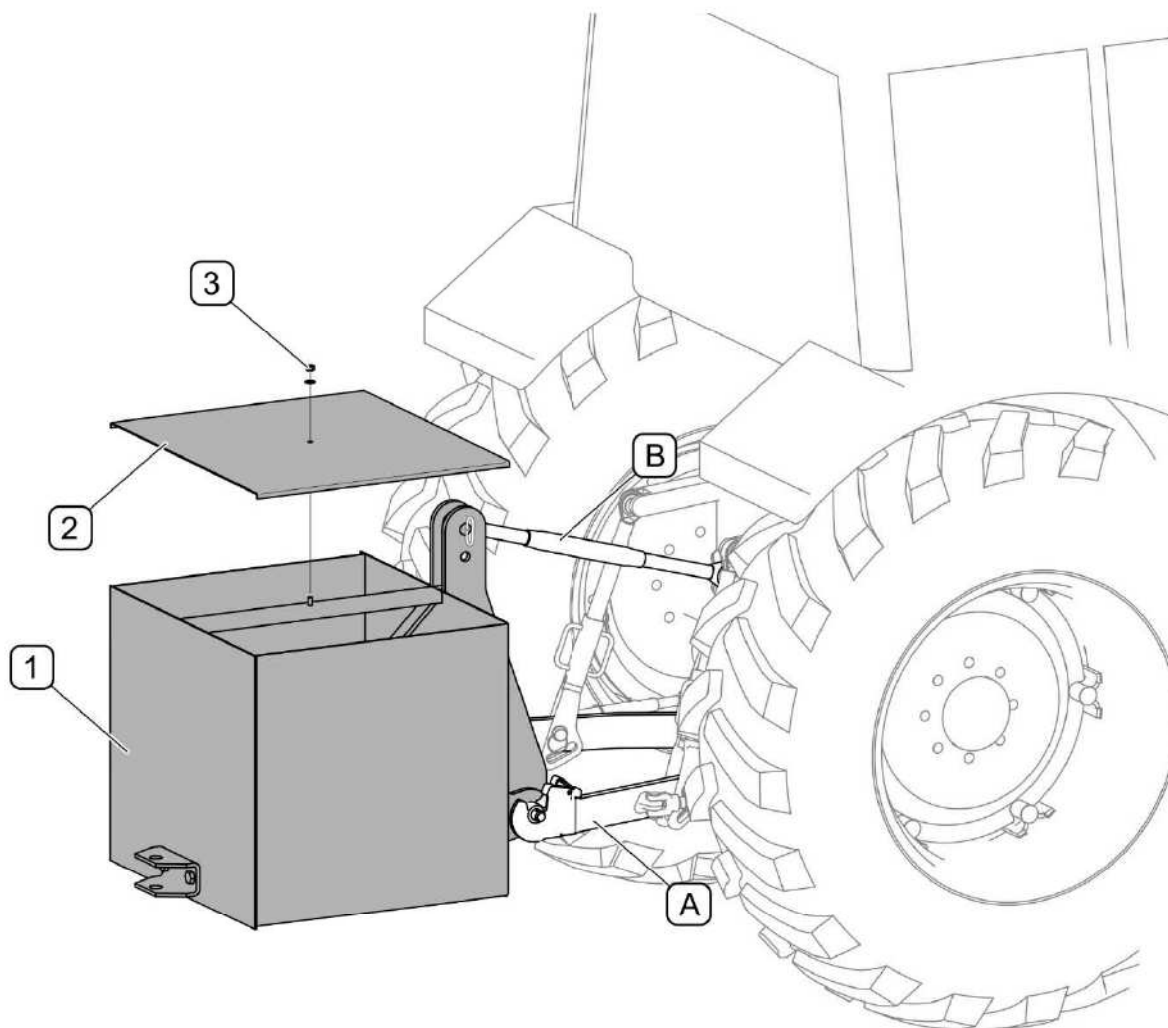

РИСУНОК 4.21 Противовес
Нижние крепежные шкворни противовеса (РИСУНОК 4.21) подсоединить к нижнему сцепному устройству (A) трактора, а верхнее крепление подсоединить при помощи верхней сцепки (B). В противовес нужно загрузить балласт до общего веса ок. 1,000 кг. В качестве балласта можно использовать гири, крупнозернистый гравий, песок или бетон. Для наполнения противовеса балластом нужно открыть крышку (2), привинченную гайкой (3).